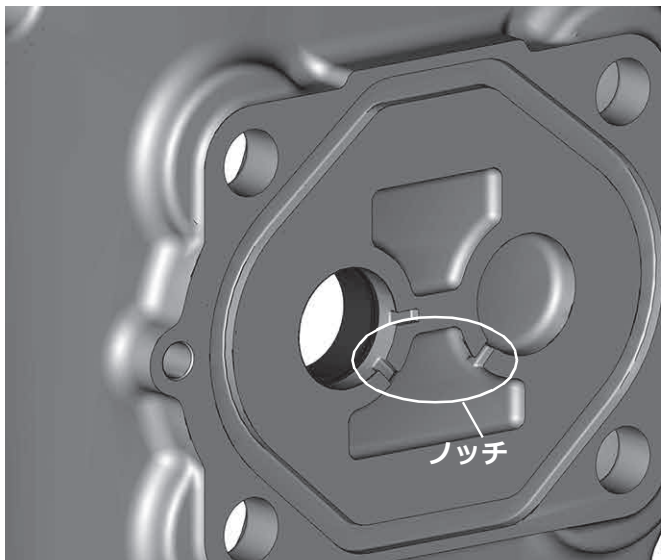
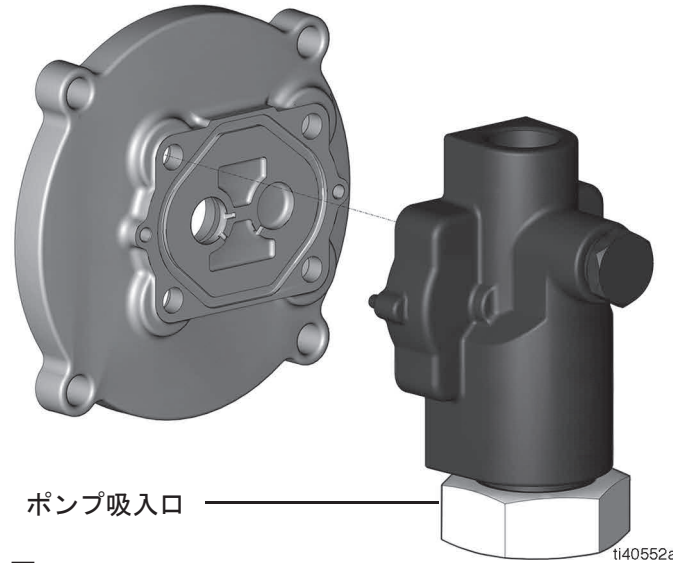

図 12
図 13
3. ノッチがポンプインレットの方を向くように、ポンプハウジングにアダプタープレートを配置します (図 12 および図 13)。